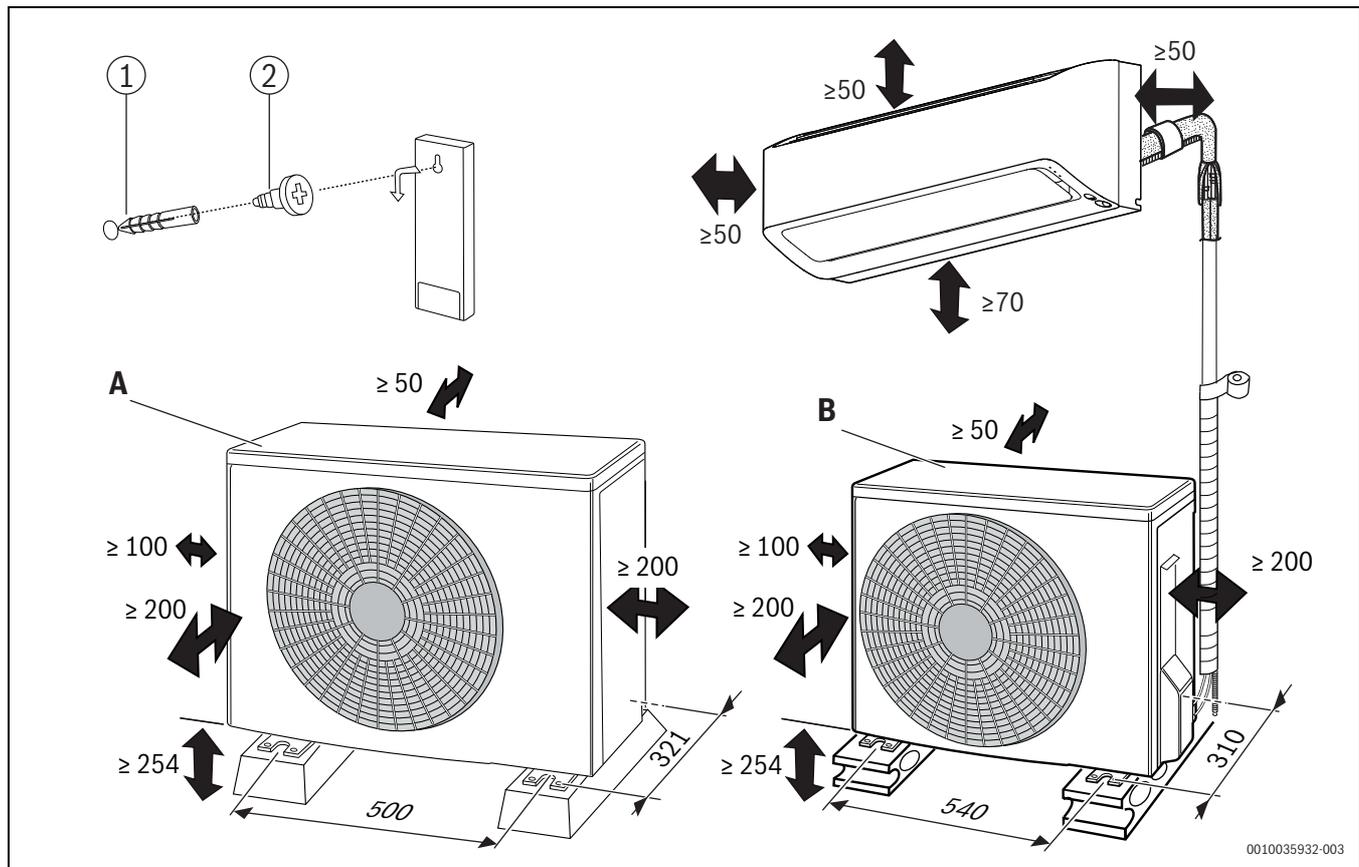

Bild 1 Installationsschema (Maße in mm)
- Die Mindestabstände zu Wänden und anderen Hindernissen sind zu berücksichtigen (→ Bild 1, Seite 4).
- Die Mindestabstände zu Wänden und anderen Hindernissen müssen für eine gute Luftzirkulation sichergestellt sein (→ Bild 1, Seite 4).